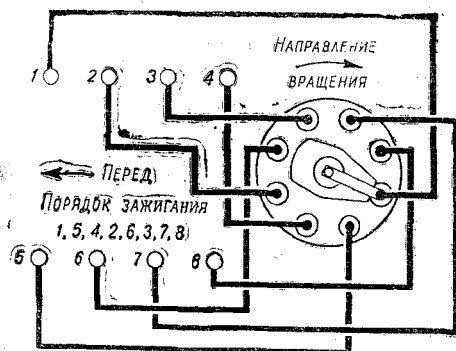

Рис. 61. Соединение проводов от датчика-распределителя к свечам
8. Установить крышку и подсоединить провода высокого напряжения от свечей в порядке 1—5—4—2—6—3—7—8, как указано на рис. 61, и от катушки зажигания.